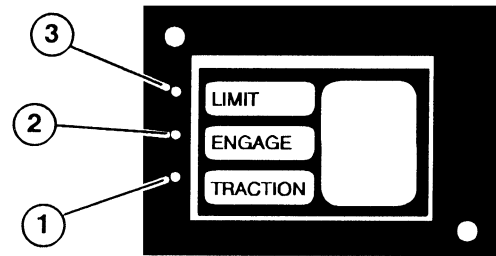

Figure 12
**Note:** Les diodes lumineuses (LED) sur le contrôleur (Fig. 12) indiquent quand les entrées suivantes sont reçues par le contrôleur: